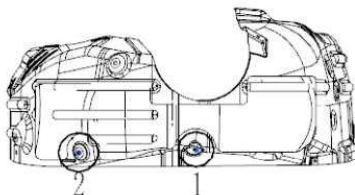

图 4-2-5 后轮挡泥板安装示意图
- (1) 安装顺序按照下图 4-2-5 所示要求执行, 先用螺母型塑料卡扣定位, 再用螺母型塑料卡扣进行局部固定, 然后其余孔依次用子母扣、螺母型塑料卡扣及螺钉打紧即可 (可参考拆卸步骤);